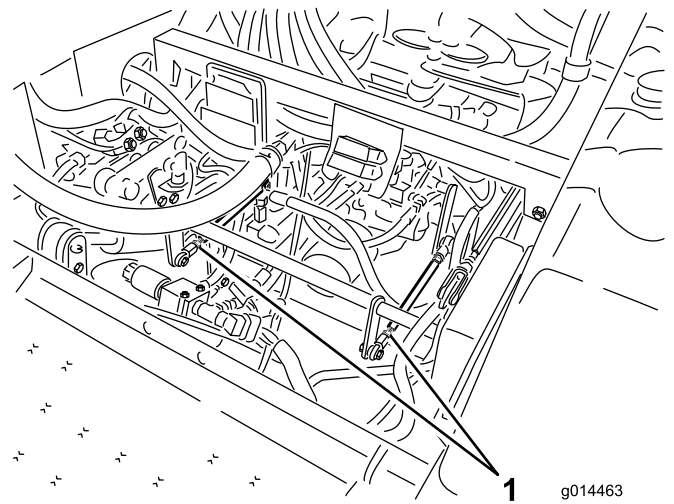

Figura 39
- Si el neumático trasero izquierdo está girando, afloje las contratuercas de la varilla de control de la transmisión del lado izquierdo (Figura 39).